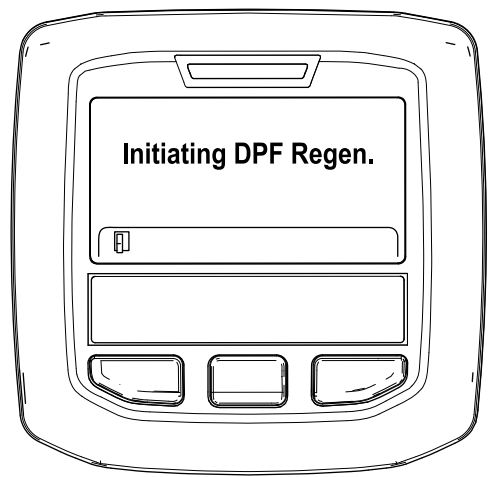

Bild 50
- A. Die Meldung „Initiating DPF Regen.“ wird angezeigt (Bild 50).